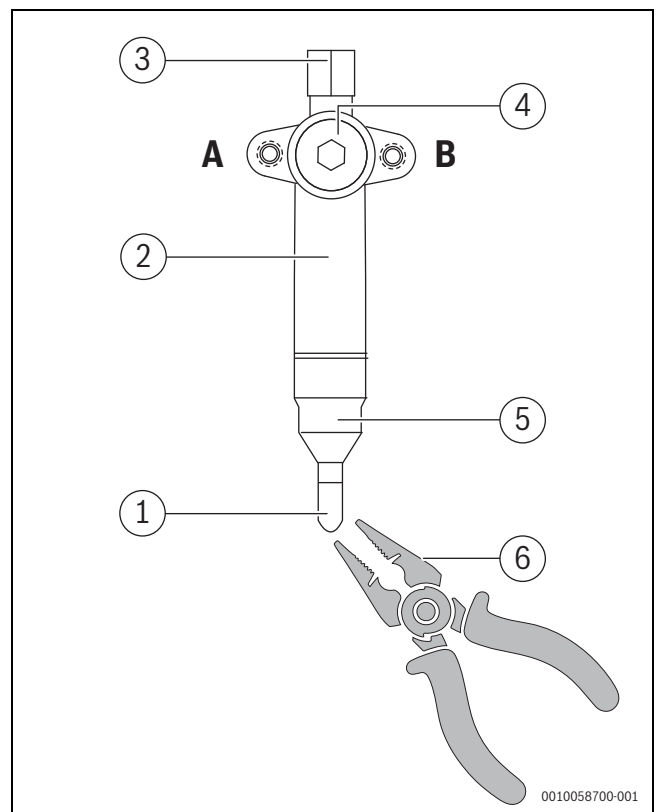

Fig. 22
- ▶ Retirer le grand tube d'étanchéité (→ fig. 22).